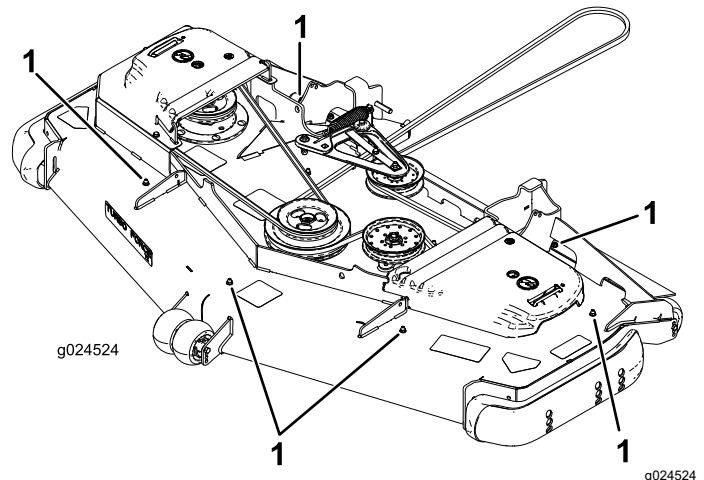

Figura 1
7. Retire os seis parafusos de cabeça sextavada (5/16 pol. x 3/4 pol.) e seis porcas flangeadas (5/16 pol.) tapando os furos de montagem expostos na plataforma (**Figura 1**).
- Instale o abafador tirante correto em cada câmara utilizando um parafuso de carroçaria ($\frac{3}{8}$ pol. x $\frac{7}{8}$ pol.) e uma porca flangeada ($\frac{3}{8}$ pol.), como se mostra na **Figura 1**.